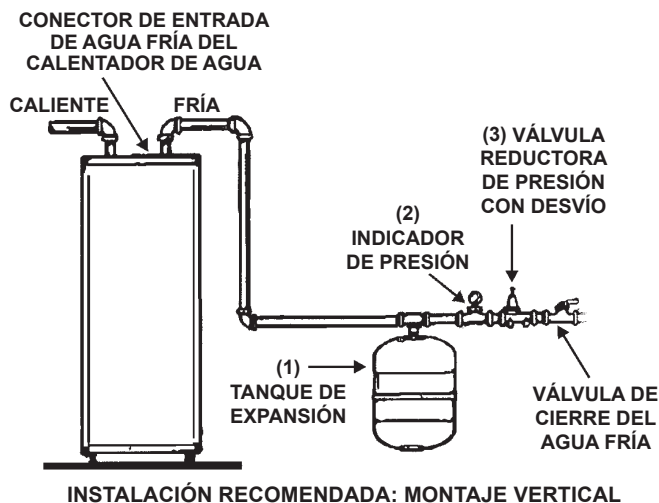

FIGURA 1.
2. Los artículos que se deben instalar en la tubería de agua fría, en secuencia desde el calentador de agua, son: (1) el TANQUE DE EXPANSIÓN, (2) un INDICADOR DE PRESIÓN y (3) una VÁLVULA REDUCTORA DE PRESIÓN, si es necesario. Consulte la figura 1.